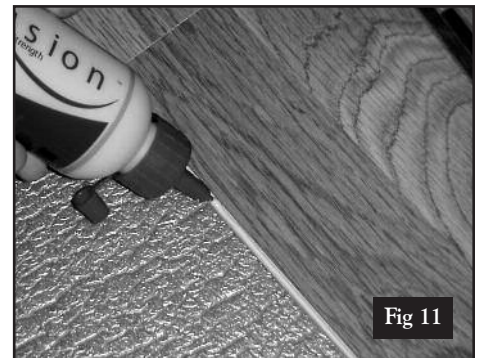

Fig 11
10. Vous devrez utiliser l'adhésif BlueFusion de Wilsonart pour coller votre lame/carreau de remplacement tel qu'illustré à la Fig. 11. L'adhésif BlueFusion doit être appliqué à l'extrémité supérieure des profils rainurés étendus et des profils de languette. Appliquez suffisamment d'adhésif pour sceller complètement les rebords afin d'empêcher la pénétration d'humidité de tous les côtés. Insérer ensuite la lame/carreau de remplacement dans l'ouverture. Soyez extrêmement prudent car vous devrez répéter toute l'opération si vous endommagez d'autres lames/carreaux pendant le procédé. L'excès d'adhésif devrait apparaître sur toute la longueur des joints aussitôt que les lames/carreaux seront installées. Essuyer l'excès de colle à l'aide de la spatule de plastique Wilsonart. Ensuite, humecter un chiffon doux et propre avec le nettoyeur Wilsonart pour plancher et essuyez tout résidu de colle. Utiliser un chiffon sec pour retirer tout résidu laissé par le chiffon humide.